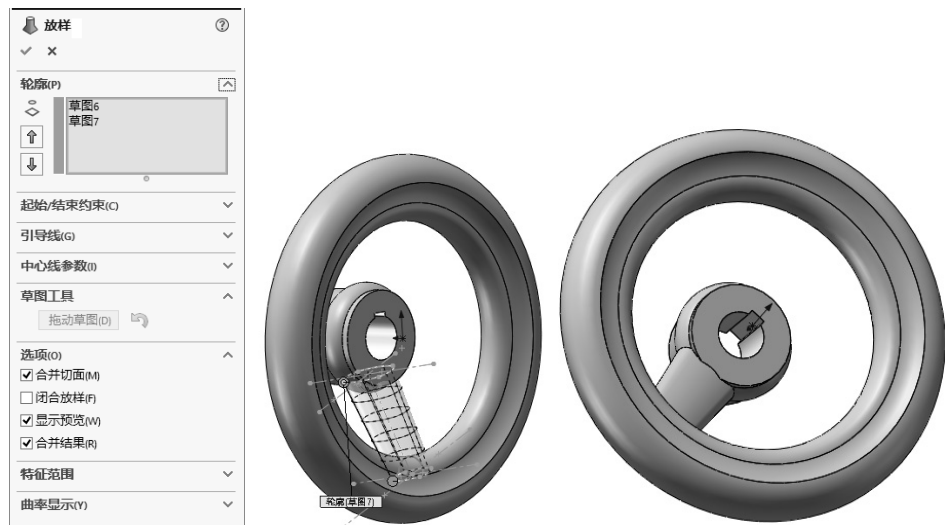

图 3-58 创建放样特征
⑩ 创建放样特征。单击“特征”控制面板中的“放样凸台/基体”按钮, 弹出“放样”属性管理器; 在绘图区选择刚刚绘制的两个草图作为放样轮廓, 其他选项设置如图 3-58 所示, 单击“确定”按钮, 完成放样特征的创建。